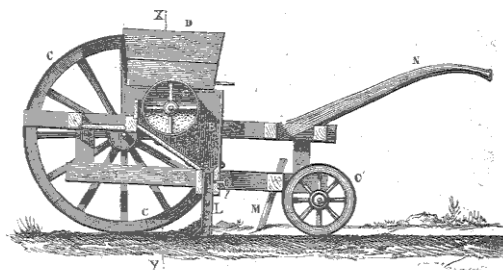

Fig. 55. Semoir Crespel-Dellisse (coupe longitudinale).
nous avons déjà indiquées, nous ne parlerons que de celles qui n'ont pas encore été décrites : *l, l, l, l*, représentent la tête des vis qui permettent de tenir les socs *L*, fig. 55, 56 et 58, à hauteur; *F F* sont des bagues mobiles autour du cylindre distributeur. Chacune d'elles est percée de trous symétriquement gradués, qui permettent de laisser passer des graines de différentes grosseurs et en quantité facultative.
*D D* sont des trémies conduisant le grain par les tubes *HH* dans le cylindre distributeur *G*, qui est supporté par les croisillons *KK*; ces croisillons sont fixés sur l'axe *J*, qui obéit à la roue dentée *E*; on voit très-bien ici les trous par lesquels la graine sort. On remarquera qu'ils sont situés exactement au-dessus des tubes *L L L L*, fig. 55, 56 et 58.